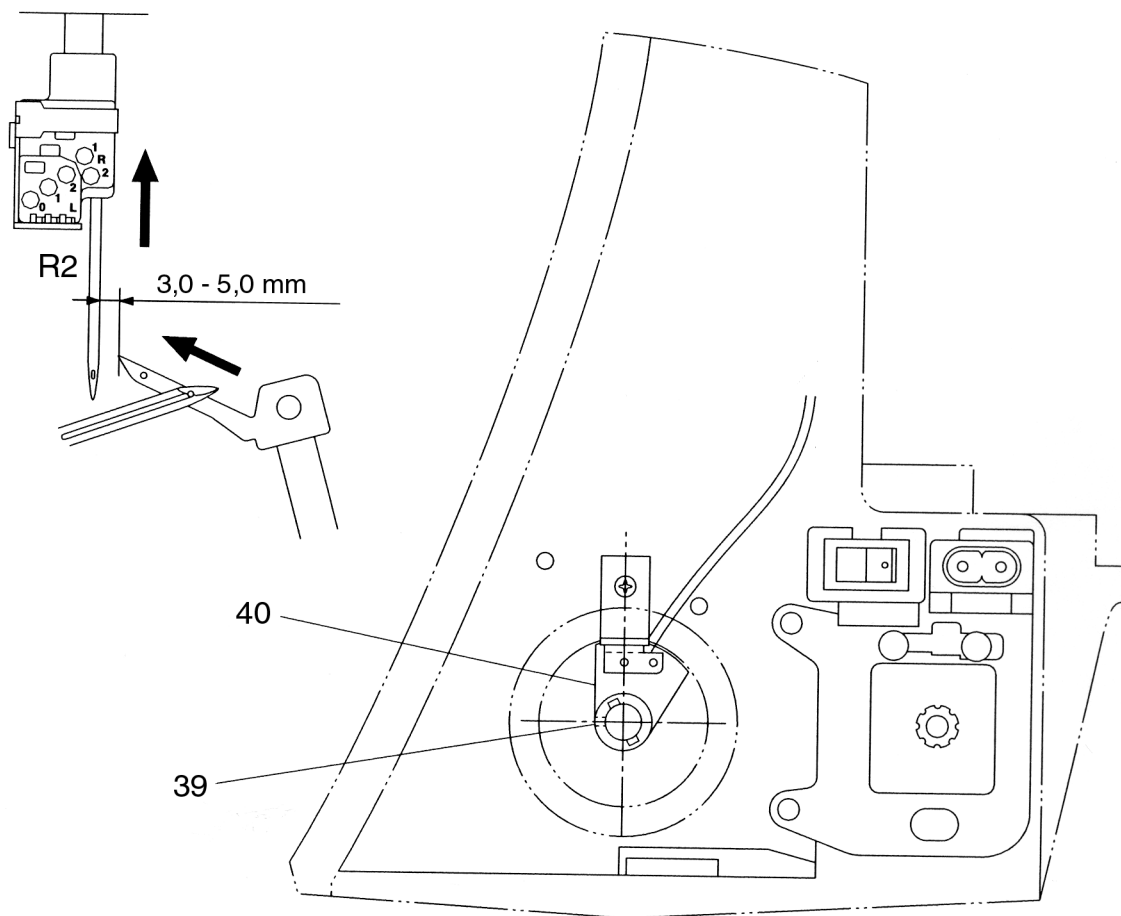

Рис. 66
После отпуска педального пускателя стержень игловодителя должен остановиться в самом верхнем положении, а правый оверлочный петлитель должен находиться на расстоянии 3,0 - 5,0 мм от иглы "R2" (рис. 66).
- Ослабьте крепежный винт 39 (рис. 66).
- Установите шайбу 40 в соответствии с рис. 66.
- Эти операции повторяйте до тех пор, пока положение правого оверлочного петлителя относительно иглы "R2" не будет соответствовать рис. 66.